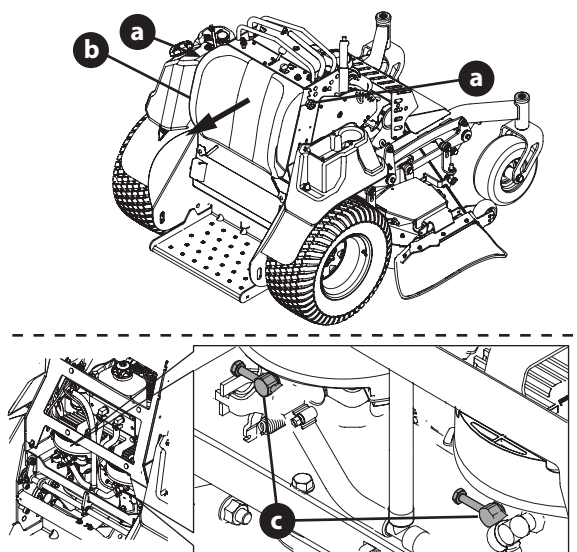

Figura 25
- Afloje las dos perillas en estrella (a) que fijan el protector de piernas (b) a la cortadora de césped (Figura 25).
- Localice las transmisiones hidrostáticas y abra las dos válvulas de derivación (c) un máximo de dos vueltas (Figura 25).